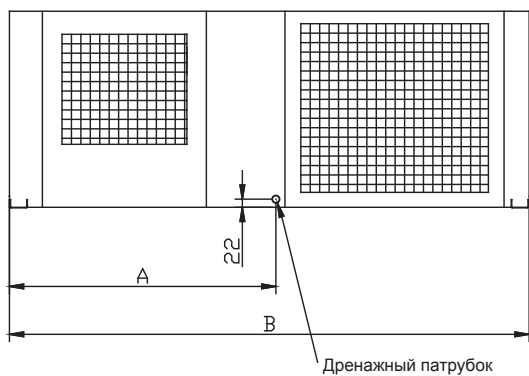

Рис. 8-3
- В наружном блоке установлен дренажный патрубок. Его расположение показано на рис. 8-3.